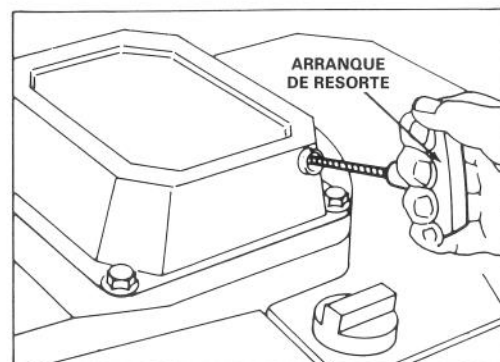

Figura 11
3. **ARRANQUE A MANO** - Mover el acelerador a la posición **ESTRANGULADOR DE AIRE**. Tirar del arranque a mano (Figura 11) y regular el acelerador a voluntad cuando arranque el motor.